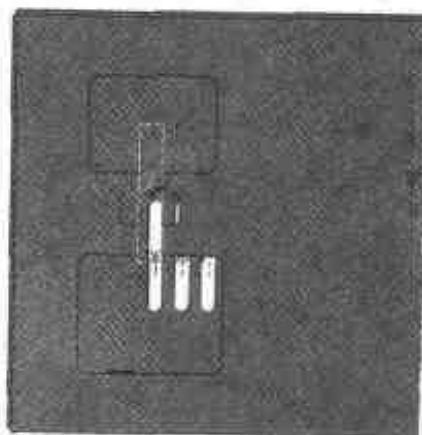

图 4.52 生成矩形孔图素
- (9) 从右侧【钣金】设计元素库中向第 2 个圆角矩形孔的上方中心处拖入一个【矩形孔】，在零件设计树中右击矩形孔后选择【加工属性】命令，选择【自定义】单选按钮，并设置其将长度为 5，宽度为 30，单击【确定】按钮后结果如图 4.52 所示。